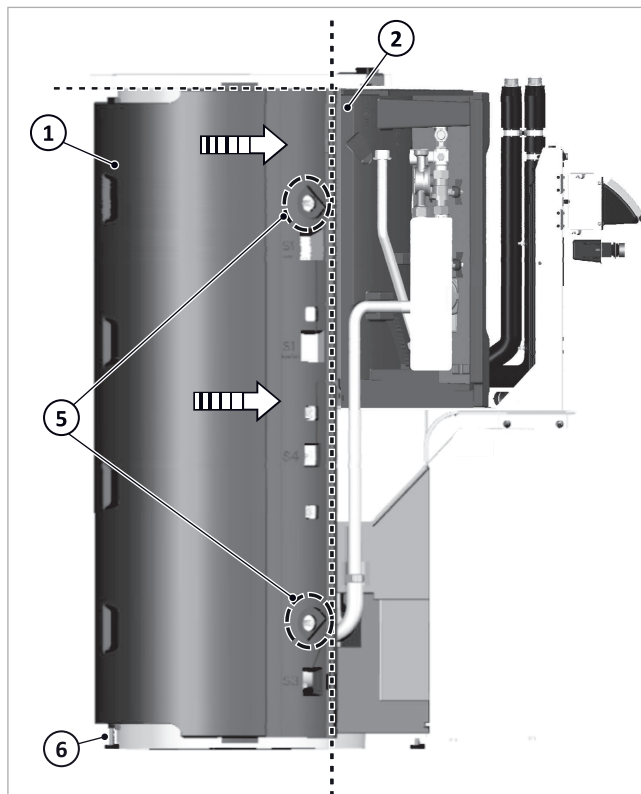

Abb. 15: Hintere Behälterisolierung anlegen
3. Mittels abgewinkelter Unterlegscheibe (3) und Schraube (4) die Behälterisolierung am Behälter oben und unten → Abb. 15 (5) fixieren.
- gerader oberer Abschluss der hinteren Behälterisolierung → Abb. 15 (1) mit der Stationenisolierung (2)
- bündig in der Senkrechten zur Stationenisolierung → Abb. 15 (2) und zur Flanshisolierung ausrichten.
6. Fuß → Abb. 15 (6) bis zum Boden rausdrehen.